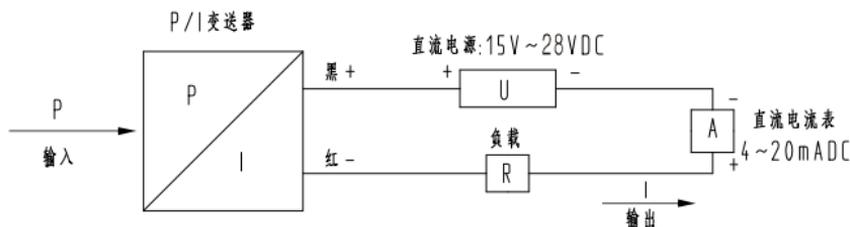

图 6
6.1.1 二线制，4mA~20mA DC 输出的变送器电气连接方法见图 6。